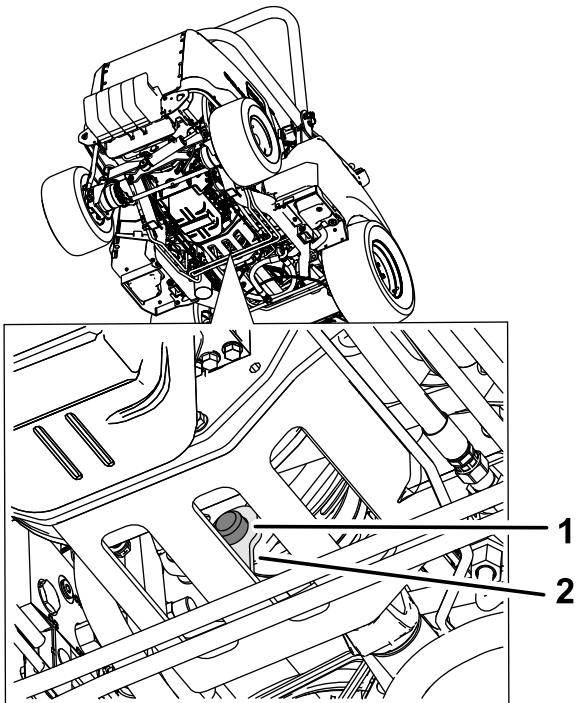

Figura 79
- 3. Retire el tope de goma del retenedor metálico y el embrague (Figura 79).